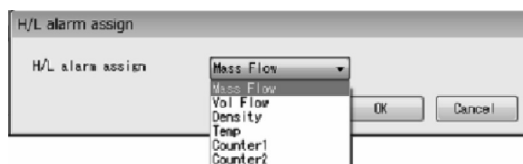

図59
- ③ 図59のように、「H/L alarm assign」の右側の矢印をクリックしてドロップダウンリストの中から設定する割付けを選択して下さい。